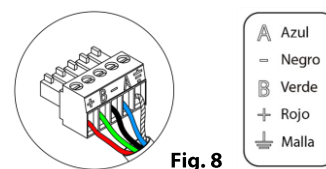

Fig. 8
Para la conexión al bus de conexión Airzone de la central (6) dispone de 1 borna de 5 pines. Fije los cables con los tornillos de la borna respetando el código de colores (Fig. 8).